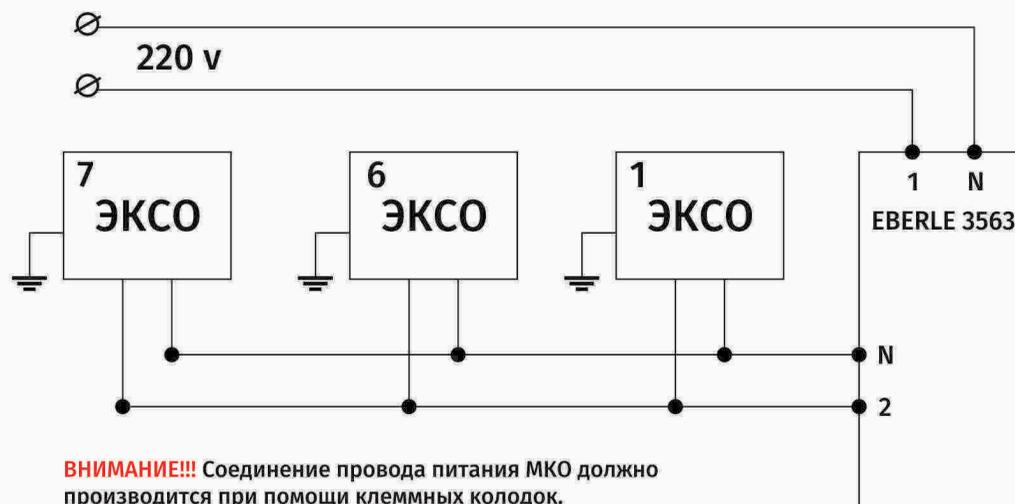

Рисунок 2.
- 4.4 Схема подключения МКО с терморегулятором приведена на рис. 2.